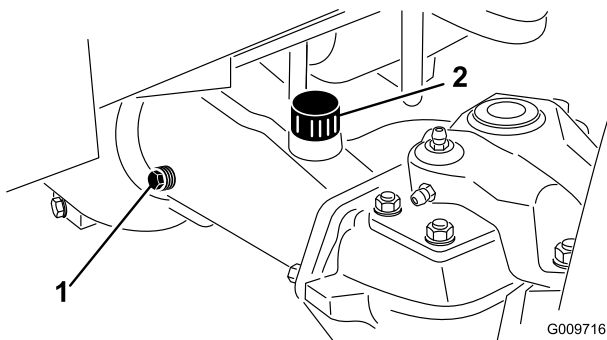

Figura 69
2. Togliete un tappo di controllo (Figura 69) da un lato del ponte posteriore e verificate che il lubrificante raggiunga la base del foro. Se il livello è basso, togliete il tappo di riempimento (Figura 69) e rabboccate con lubrificante finché non raggiunge la base dei fori dei tappi di controllo.